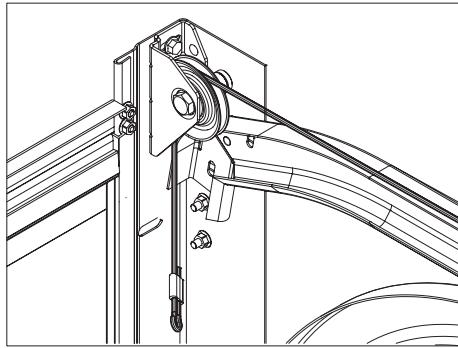

Рис. 27.3
7) медленно вращая вал, размотать тросы, заводя их между ребордами шкива (рис. 27.3).